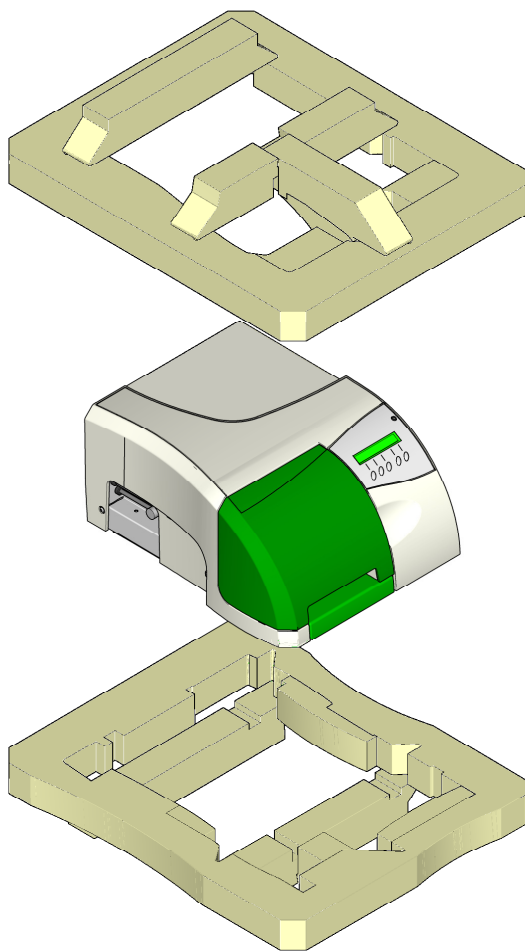

図 2
6. 発泡スチロールを外し、プラスチックの袋からウォッシャーを取り出して、振動のない水平な場所に置いてください (図 2)。